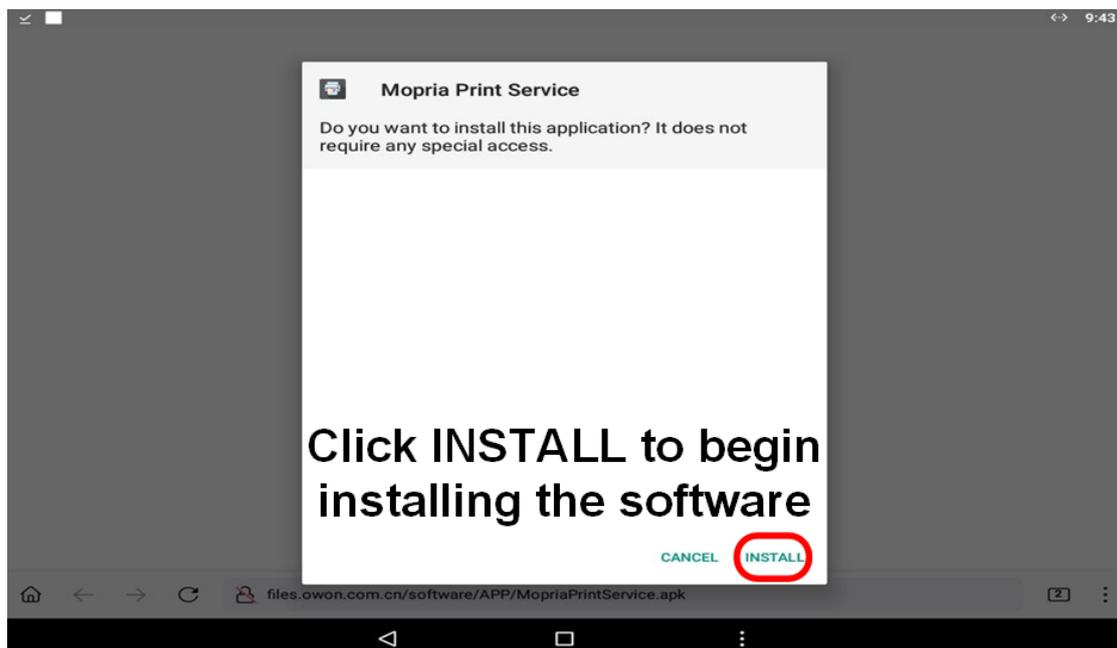

図 3
③ 「INSTALL」をクリックし、印刷アプリのインストールを開始します（図 3 を参照）。